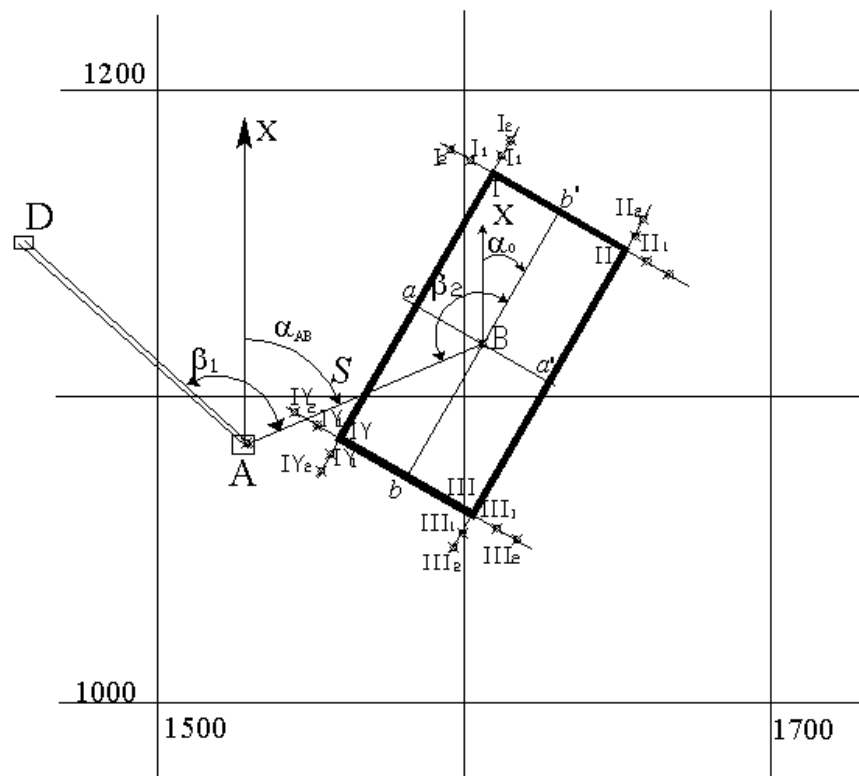

Рисунок 1. Пояснительная схема к проекту разбивки здания на промышленной площадке карьера.
В соответствии с генеральным планом промышленной площадки карьера требуется перенести в натуру здание размером 110x50,0 м. Координаты центра (B) здания (X_B , Y_B) и дирекционный угол (α_0) продольной оси здания приведены в таблице 2. Проект разбивки здания составить на миллиметровке в масштабе 1:1000 (см. рисунок 1).
4) Для переноса в натуру центра (B) здания устанавливают теодолит в точке A и от направления AD откладывают угол β_1 затем по направлению AB стальной рулеткой откладывают горизонтальное проложение S и фиксируют на промышленной площадке точку B . (рис.1).
6) Разбивка в натуре углов здания (**I, II, III, IV**) производится от осей здания. Устанавливают теодолит в точке " a ", визируют на точку B откладывают угол 90^0 и половину продольного размера здания и закрепляют на площадке точку **I**. Затем откладывают угол 90^0 в противоположную сторону и половину продольного размера здания и фиксируют в натуре точку **II**. Аналогичным образом закрепляют на промышленной площадке углы здания **III** и **IV**. Контроль разбивки здания осуществляется по створности линий **I**-" a "-**IV** и **II**-" a' "-**III** (см. рисунок 1). При этом отклонение от створа не должно превышать ± 5 мм.
7) Закрепление строительных осей стен здания производится методом створной выноски. Каждая из четырех осей здания закрепляется 4 пунктами - по 2 пункта с каждой стороны (см. рисунок 1).